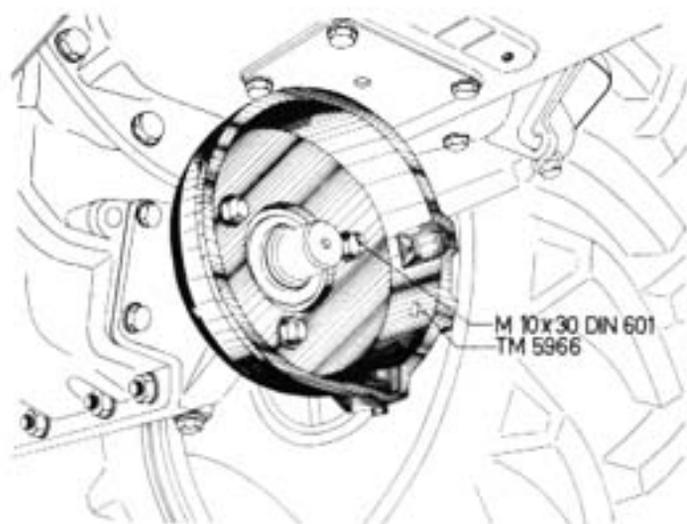

Abb. 2
2. Die **Schutzkastenglocke** TM 5966 wird auf den Absatz des Mähantriebsgehäuses aufgeschoben und mit drei Sechskantschrauben M 10×30 DIN 601 und drei Federringen A 10 DIN 127 sowie der zugehörigen Führung fest verschraubt (Abb. 2).
4. Der **vordere Befestigungsbock** TM 6694 wird durch 4 Sechskantschrauben M 14 x 30 DIN 931 und durch 4 Federringe an der Anschraubfläche unter der Kupplungslocke befestigt (Abb. 2 u. 8).